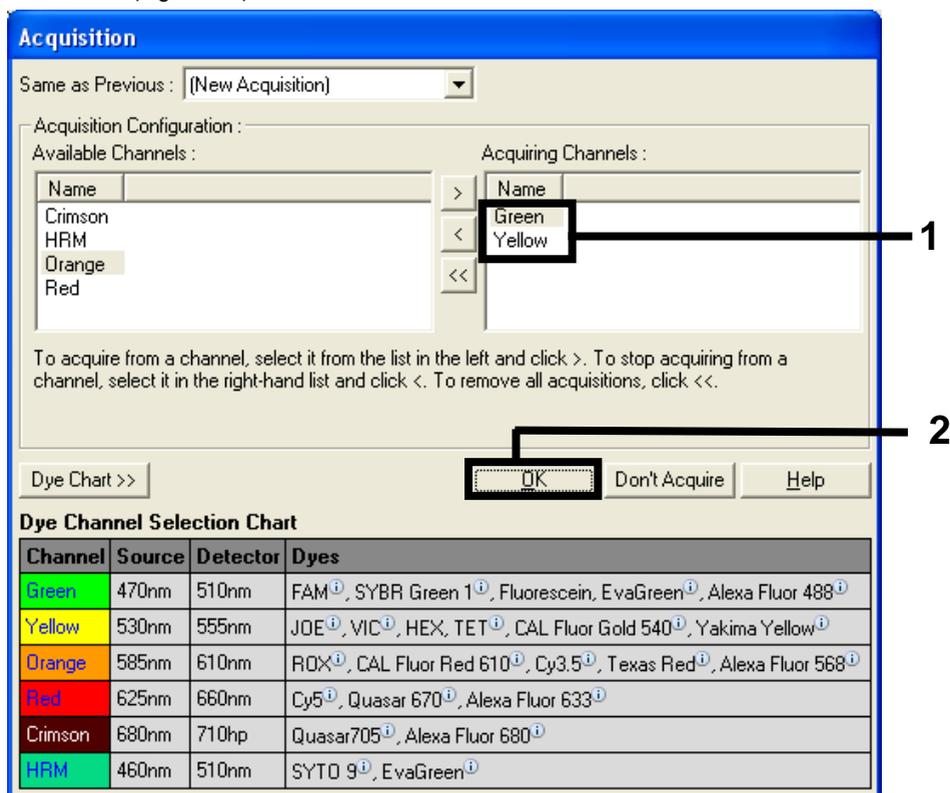

Figura 28. Acquisizione durante la fase di ciclaggio a 60°C.
10. Nell'elenco Available Channels (Canali disponibili), selezionare Green e Yellow quindi fare clic su > per spostarli nell'elenco Acquiring Channels (Canali di acquisizione). Fare clic su OK (Figura 28).